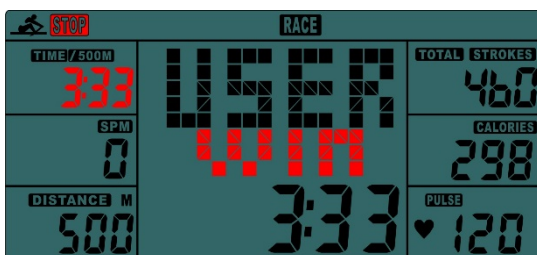

Fig.7
- B. Appuyer sur la touche START pour démarrer, et STOP disparaît. L'icône USER & PC s'affiche dans la matrice. (Fig.6). Le moniteur s'arrête lorsque la distance définie précédemment pour la compétition a été atteinte, ensuite la matrice affiche « PC WIN » (victoire de l'ordinateur) ou « USER WIN » (victoire de l'utilisateur) (Fig.7) et peut afficher l'état de l'énergie après 6 secondes.